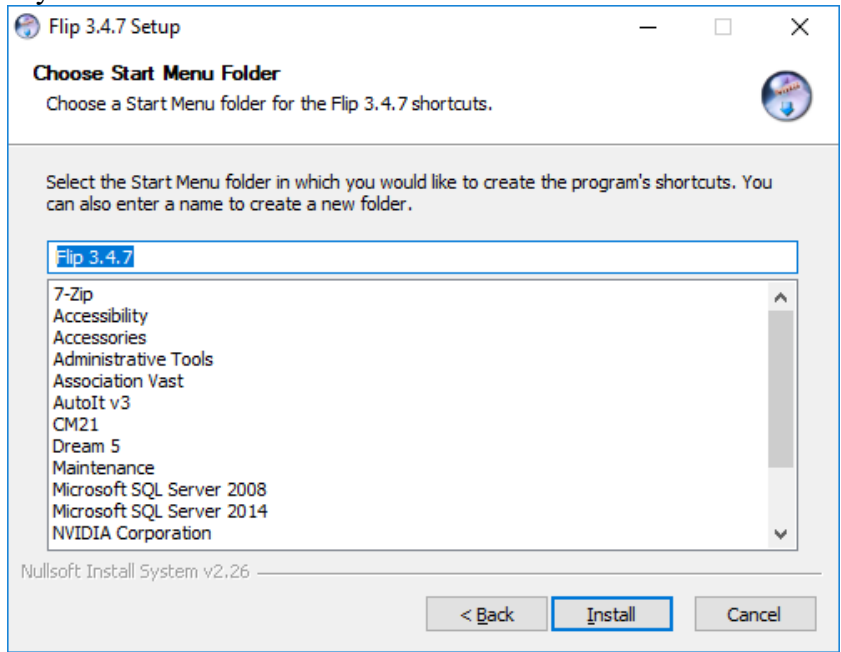

Рисунок 45
8. В открывшемся окне необходимо выбрать или создать новую папку в меню «Пуск», рисунок 45.